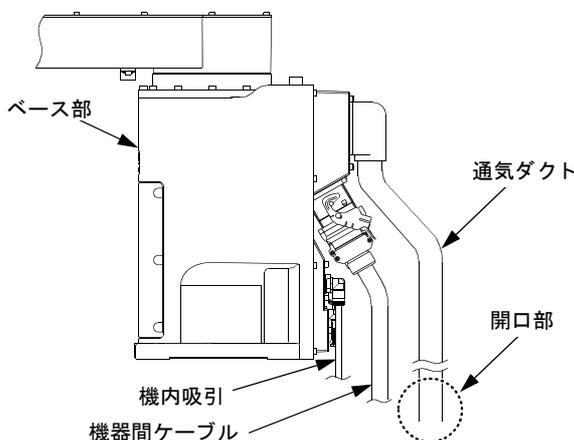

図 2-15：通気ダクトの取付
3) ロボット本体ベース部後部に、通気ダクトが取り付けられています。（図 2-15 参照）。通気ダクトの開口部では、Z 軸の上下動作に伴うジャバラ部の体積変化によりロボット本体内の空気の吸排気が発生します。通気ダクトの開口部をロボットのクリーン度に影響を与えない位置に配置してください。また、機内吸引により通気ダクトの開口部において、わずかながら外部から機内への空気の流れがありますので、通気ダクトの開口部の配置には次の 2 点にも配慮願います。